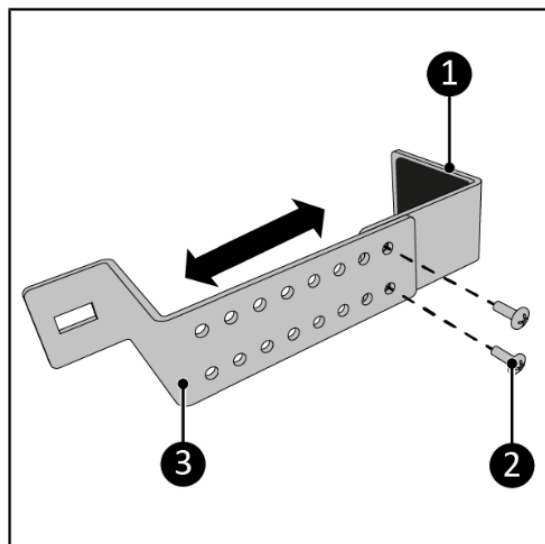

Figura 40.
16. Umpleți spațiile deschise (Figura 40, articolul 1) cu spuma izolatoare furnizată (Figura 40, articolul 2) sau tăiați spuma dacă este necesar.
2. Înșurubați partea superioară (**12**) (Figura 40, articolul 1) și partea inferioară (**11**) (Figura 40, articolul 3) folosind două șuruburi M5 x 7 mm (Figura 40, articolul 2). Reglați distanța după cum este necesar.